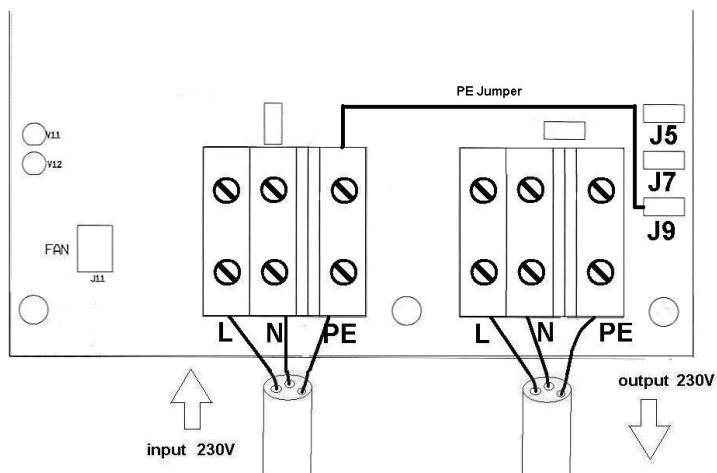

Figure 2 : connexion d'entrée à la terre
2.2 Connexion d'entrée à la terre (figure 2)
- Si le bateau est à terre (hivernage ou maintenance), le conducteur PE du navire doit être raccordé directement à l'entrée PE, pour des raisons de sécurité. Pour ce faire, il suffit de raccorder un cavalier PE, en provenance de la borne d'entrée PE, au connecteur-poussoir mâle J9 (cavalier illustré en noir sur la figure 2).